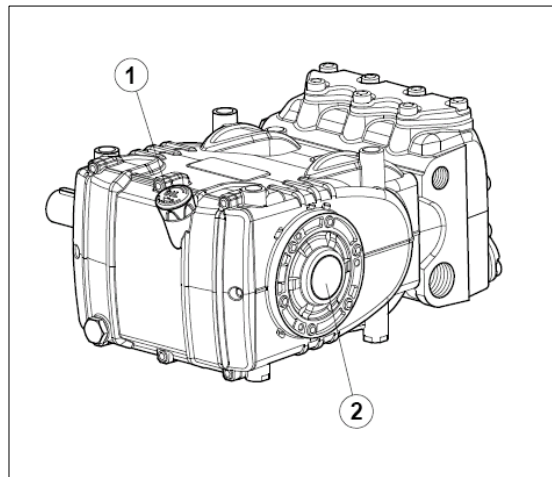

fig. 13
5. L'olio nel carter pompa sia a livello verificandolo con l'apposita asta (posizione 1 fig. 13) . ed eccezionalmente con la spia di livello (posizione 2 fig. 13) .